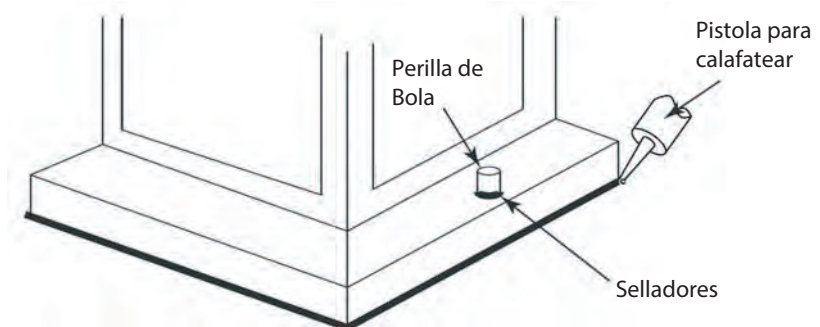

Figura 2
1. Conecte el cable de alimentación positiva (A) (normalmente negro el lado no marcado suave del cable de dos conductores) de plomo accesorio positivo (B) con un giro de tamaño apropiadamente conector - Véase la Figura 2 y 3.
2. Conecte el cable de alimentación negativa (C) (por lo general de color blanco o el lado marcado estriado del cable de dos conductores) de plomo accesorio negativo (D).
Loop alambre de tierra (E) (generalmente de cobre o verde recubierto de plástico) debajo de la cabeza del tornillo de tierra (S) en la brida de montaje accesorio (M) y conectar con el extremo suelto del cable de tierra luminaria directamente al cable de tierra del sistema de construcción con un tamaño adecuado twist-conectores - Véase la Figura 2.
Después asegurar fijo en su lugar, se recomienda que la distancia entre la parte superior y la base de montaje del accesorio se sellará con cualquier buen masilla impermeable de calidad o sellador de silicona (no incluido). También se recomienda que una pequeña capa de masilla o sellador de ser sometidos a los mandos de bolas utilizadas para montar accesorio - Véase la Figura 2.